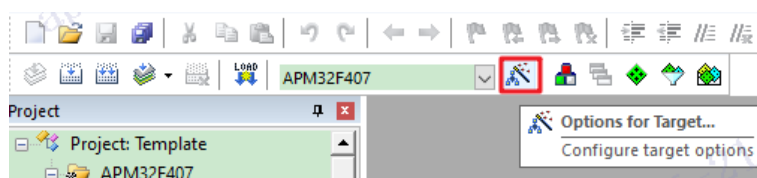

图 5
- a) 如图 5 打开工程文件，选择“Options for Target”选项卡。